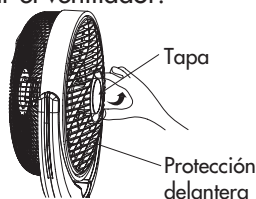

Figura 10.
- a) Primero, gire la tapa en sentido antihorario para retirarla del ventilador. (Figura 10)